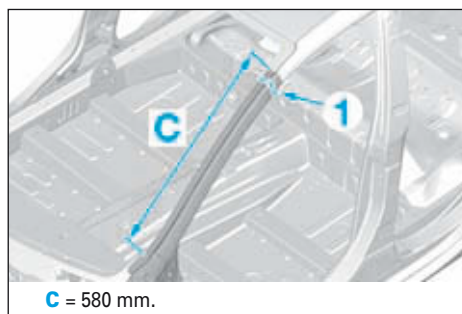
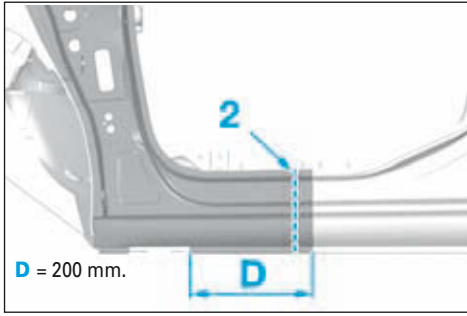

FIG.62
FIG.63
- Tracer puis découper en (1) et (2) dans les zones de coupe (C) et (D) (Fig.62) et (Fig.63).